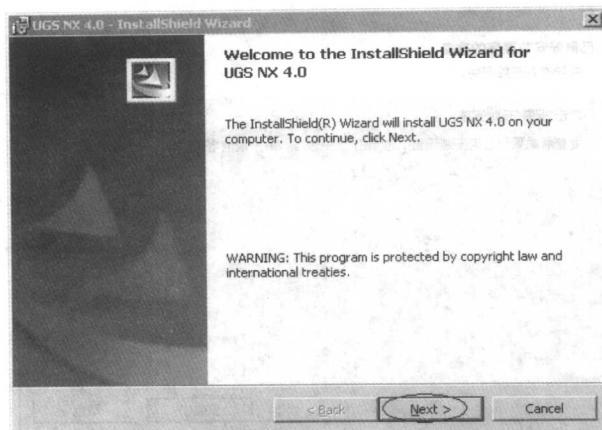

图 1-7 NX4.0 安装向导界面
(9) 完成服务程序安装后,开始安装 UGNX4.0 主体程序。打开光盘中的 UGNX4.0 文件夹,运行“setup”文件,开始进入 NX4.0 安装向导界面,如图 1-7 所示。